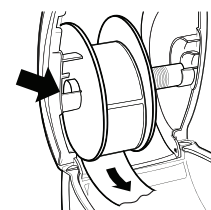

Figura 3
- 6 Inserire la bobina etichette nella fessura del coperchio superiore, con le etichette sporgenti dal basso. Vedere la Figura 3.